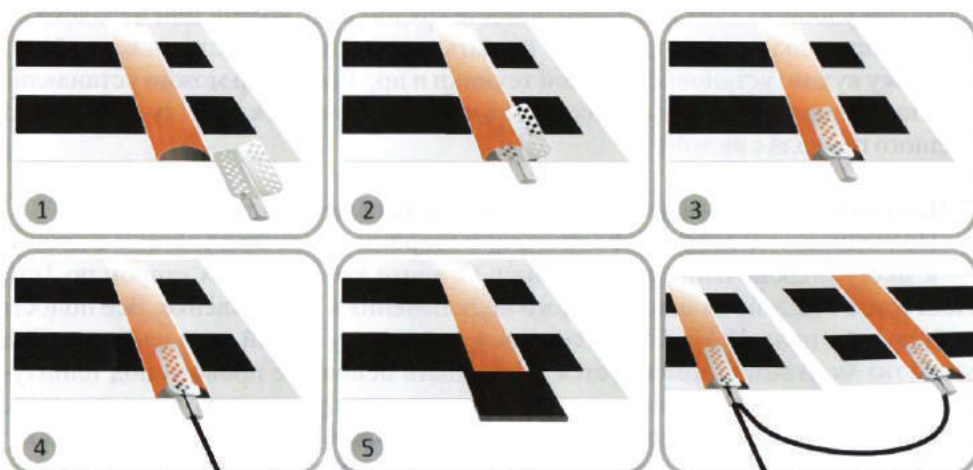

Рис. 4
- e. Вставьте зачищенный провод в клипсу «крокодил», как показано на рис. 4, и плотно зажмите обжимным инструментом или припаяйте.